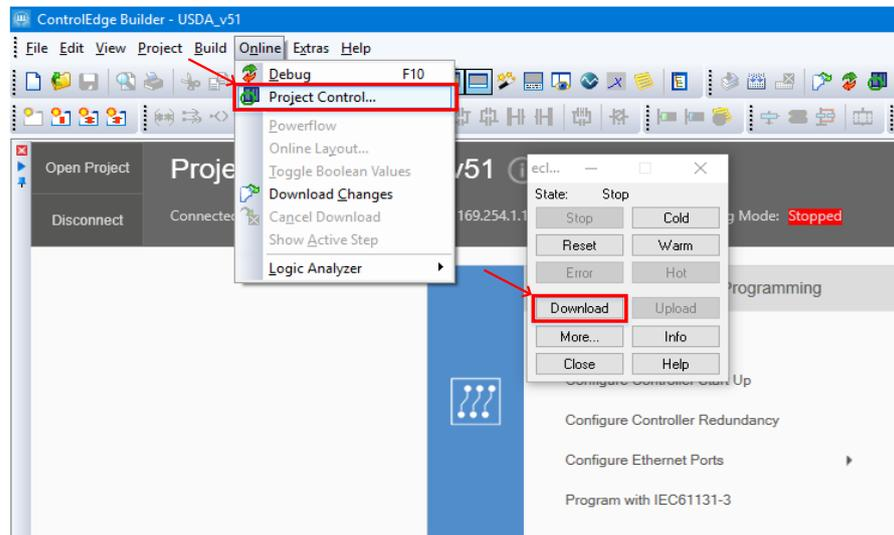

Рисунок 19 – Загрузка проекта в контроллер ControlEdge
10. Перейти в окно управления контроллером, нажав Online->Project Control в верхней части ControlEdge Builder (Рис.19);
11. В отобразившемся окне нажать Download (Рис.19);
2. Перейти в окно управления контроллером, нажав Online->Project Control в верхней части ControlEdge Builder (Рис.19);
3. В отобразившемся окне нажать «Upload» (Рис.19);